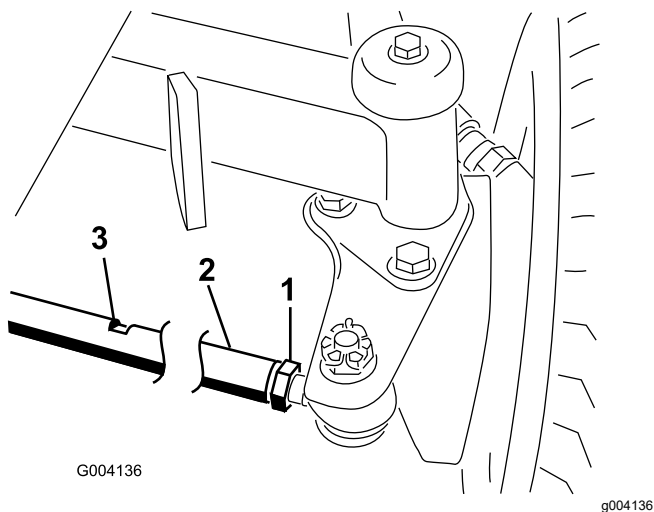

Bild 61
2. Lösen Sie die Klemmmutter an jedem Ende der Spurstange (Bild 61).
3. Schwenken Sie die Räder, indem Sie die Zugstange an den Schlüsselflächen drehen (Bild 61).
6. Ziehen die Klemmmutter an jedem Ende der Spurstange an (Bild 61).